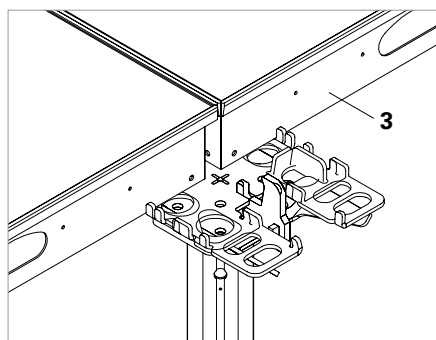

Fig. A5.12
- Panneau SDP (3). (Fig. A5.12)